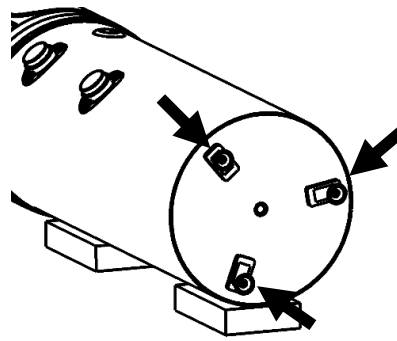

Bild 2c;
- Bauen Sie die einstellbaren Zapfen am Gerät* ein, Bild 2c